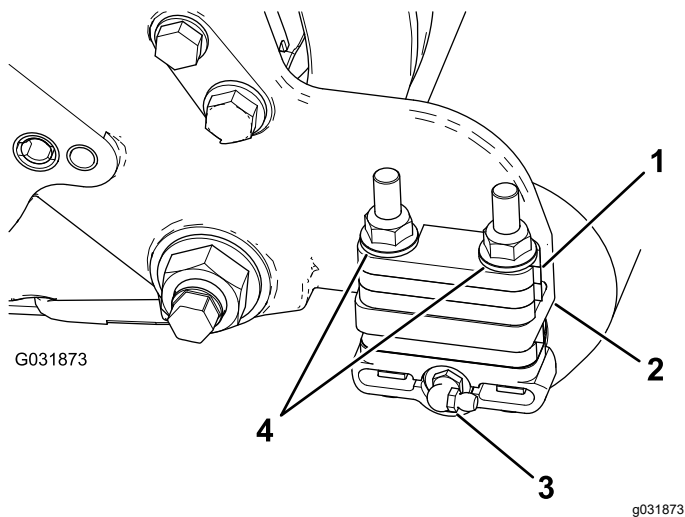

图 7
1. 从滚刀组的滚筒刷架一侧拆除滚筒的黄油嘴 图 7。
3. 拆掉将每个滚筒支架固定到侧板上的 2 个凸缘锁紧螺母 图 7。